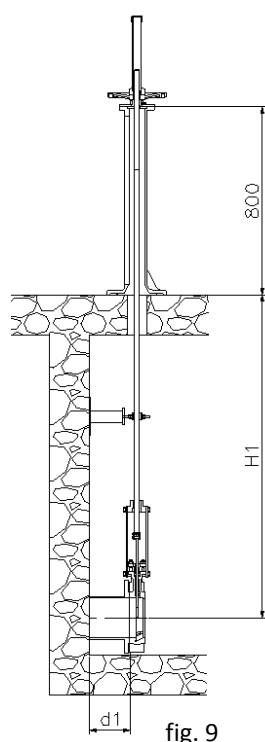

fig. 9
- La colonna di manovra standard è di 800mm. di altezza (fig. 9). Altre misure di colonna su richiesta.